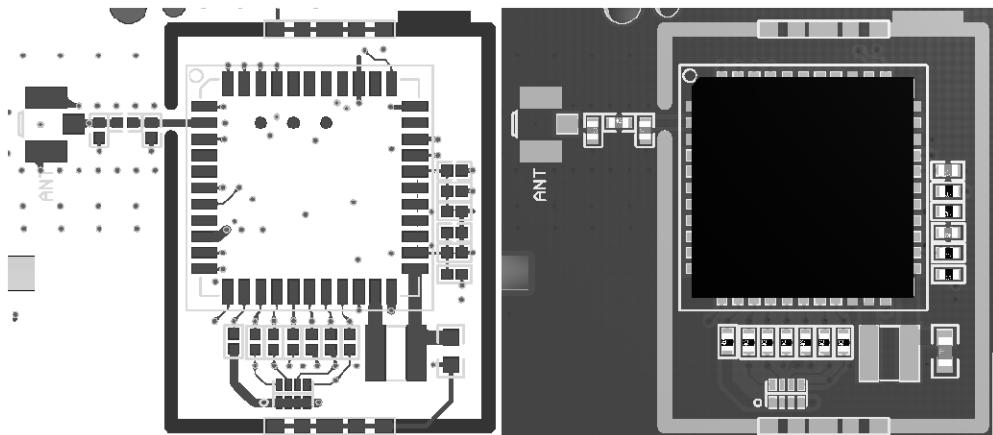

图 15-44 WIFI/BT 模块的屏蔽罩
(4) AP6xxx 的 VBAT 供电电压范围为 3.0~4.8V，供电电流最小为 400mA，布线时要注意。
(5) WIFI/BT 模块属于易受干扰的模块，PCB 布线时注意远离电源、DDR 等模块，在空间充足的情况下，建议添加屏蔽罩，如图 15-44 所示。